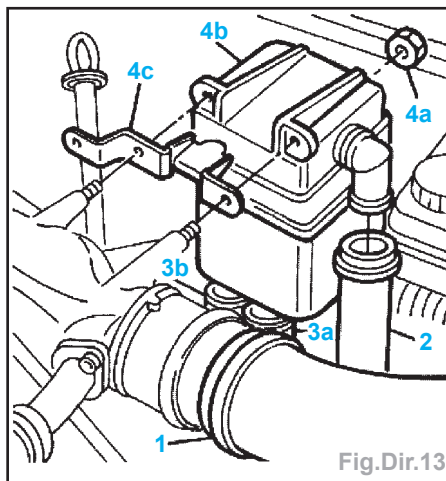

Fig.Dir.13
- le séparateur d'huile (4b) (Fig.Dir.13),